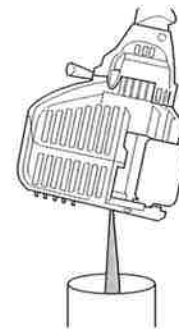

Fig. 13
3. Inclíne la unidad verticalmente para verter el aceite del orificio de llenado en un recipiente (Fig. 13). Dele suficiente tiempo para que drene completamente.